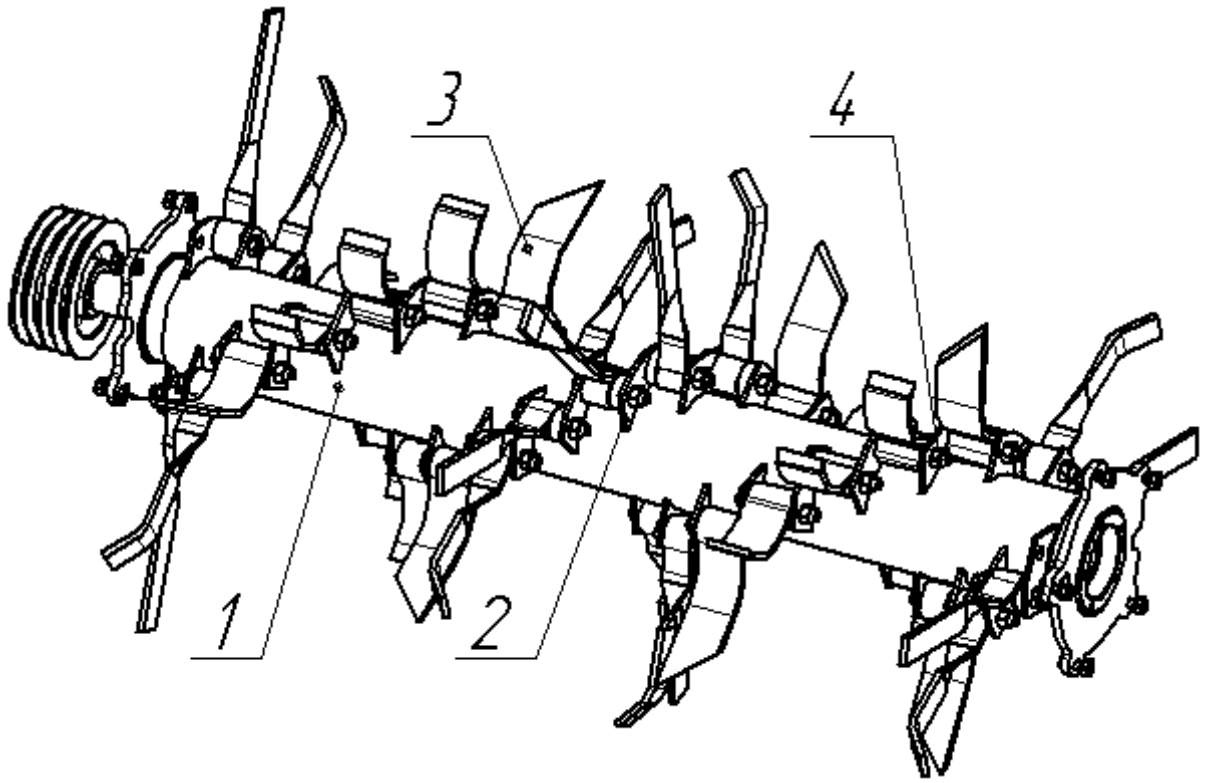

Рисунок 3 - Ротор
2.4 Ротор (см. рис. 3) предназначен для измельчения ботвы картофеля. Ротор представляет собой цилиндрический барабан 1, на поверхности которого по винтовой линии приварены уши 2 для крепления шарнирно подвешенных ножей 3 различной длины и формы. Последовательность расстановки ножей (см. приложение И) соответствует поперечному профилю гребней. Таким образом, весь контур гребня освобождается от ботвы. Ножи крепятся в ушах ротора с помощью осей и болтового соединения 4. Вал ротора установлен в подшипниковых узлах стенок рамы. Частота вращения ротора 1400 ± 50 мин⁻¹. Типы ножей представлены в таблице А.1